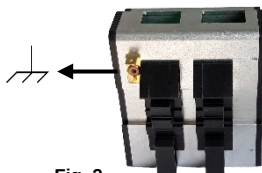

Fig. 2
- E' obbligatorio la messa a terra esterna della parte posteriore del EXD-U02 (Fig. 2).